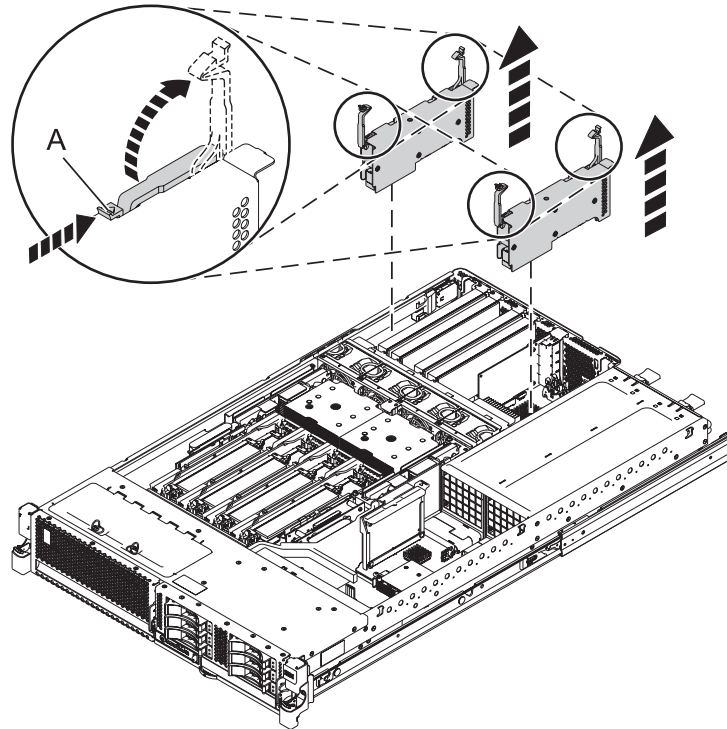

Abbildung 6. Adapterabbau aus Einschubsystem
14. Wenn sich das System in der Serviceposition befindet, bauen Sie das vorhandene Adaptergehäuse aus (siehe Abb. 6 auf Seite 9). Entriegeln Sie die Verriegelungen an dem Adapter. Ziehen Sie die Verriegelungen nach oben in die geöffnete Position und heben Sie den Adapter aus dem System.